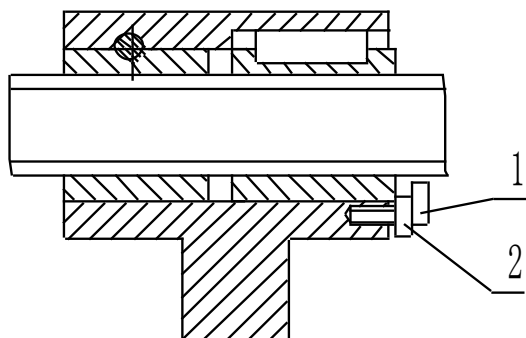

Рис. 7
9.1.3 Регулировка люфта клина направляющих колена-колонна. (Рис.7)